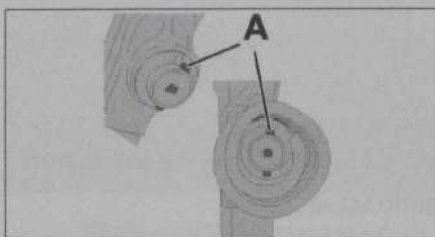

Fig. 47
- Positionner la butée (A) de la coupelle supérieure du ressort de suspension vers l'avant du véhicule. (Fig.47).